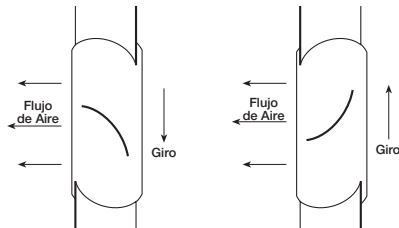
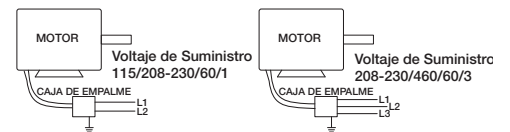

Figura 6 — Calcomanía de Giro
Figura 11 — Diagrama de Cableado Típico
12. Se debe comprobar la dirección de giro de la hélice encendiendo momentáneamente la unidad. El giro se debe realizar en la misma dirección que indica la calcomanía de giro puesta en la unidad o según se muestra en la Figura 6. Para las instalaciones trifásicas, el giro del ventilador se puede invertir intercambiando dos de los tres conductores eléctricos. Para las instalaciones monofásicas, siga el diagrama de cableado que se encuentra en el motor o consulte la Figura 11.
2. Conecte el motor en el voltaje que desee según el diagrama de cableado que se encuentra en el motor o consulte la Figura 11 para conocer el diagrama de cableado de conexiones.
2. Encienda el ventilador y apáguelo inmediatamente para verificar la rotación de la hélice con la flecha direccional ubicada en la unidad. Consulte la Figura 6.